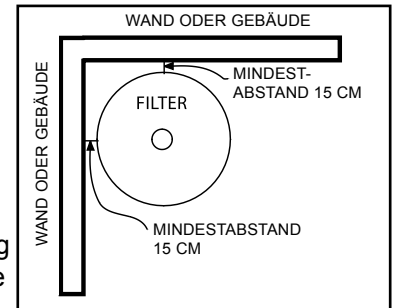

Abbildung 1.
3. Sorgen Sie für ausreichend Abstand um den Behälter, damit per Sichtprüfung bestätigt werden kann, dass die Klemme ordnungsgemäß installiert ist, siehe Abbildung 1.